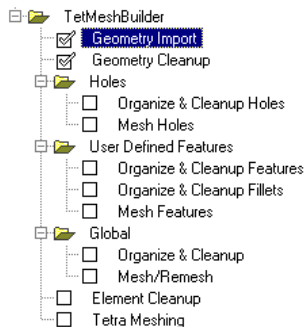

图 5-122 Tetramesh Process Flow
这样就打开了 Tetramesh Process, 如图 5-122 所示。接下来将按照图中步骤完成四面体网格划分。
(1) 通过以下的操作, Tetramesh Process 将在 HyperMesh 用户界面左侧的标签域 (Tab Area) 展开四面体网格剖分工作流 (Tetramesh Process Flow)。(见图 5-122)。该工作流的第一步即为几何导入 (Geometry Import) 左侧的复选框将自动被选中, HyperMesh 用户界面下方的主菜单区域也将自动切换至与几何导入环节相关的参数。
(2) 将 Import Type 切换至 HM Model。
(3) 在下方的工具栏中, 单击 Open .hm File (📁) 按钮打开文件, 在路径<installation_directory>\tutorials\hm>中选择文件 tetmesh_pm.hm。
(4) 单击 Import 按钮。此时在视图区域中, tetmesh_pm.hm 被打开, TetraMesh Process 左侧的 Geometry Import 表示该环节已完成。